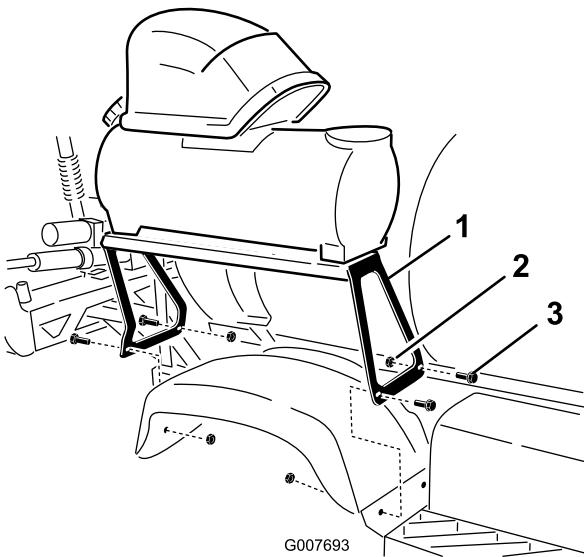

Figura 5
- Instale o suporte nos furos no guarda-lamas traseiro direito utilizando 4 parafusos de carroçaria (5/16 1-1/4 pol.) e 4 porcas de bloqueio (5/16 polegada) como se mostra em Figura 5.